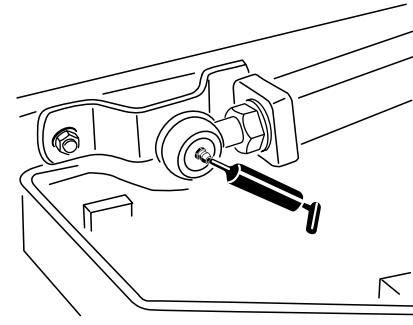

Figura 65
- Giunti sferici (2) del braccio di sollevamento (Figura 65)